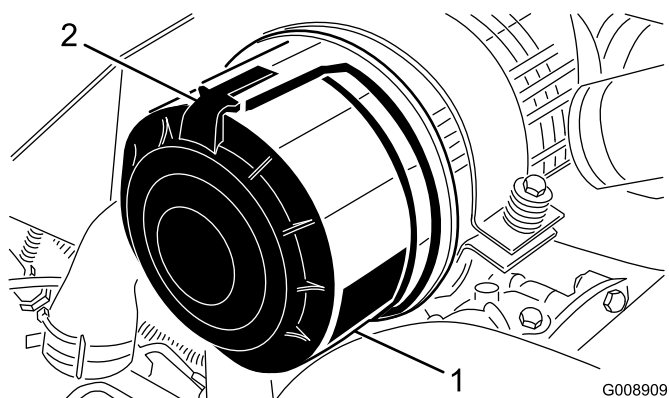

Figura 56
1. Liberte os trincos que fixam a cobertura do filtro de ar ao respectivo corpo (Figura 56).